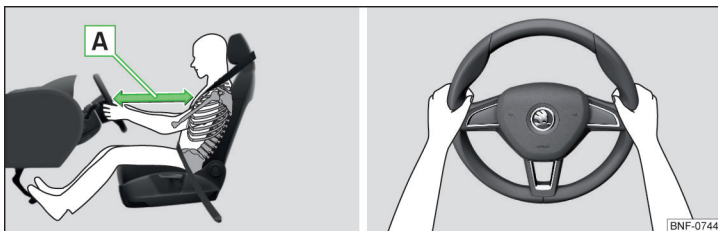

Fig. 2 Korrekt siddeposition for føreren / Sådan holder du korrekt på rattet.
- ✓ Indstil førersædet på en sådan måde, at pedalerne kan trædes helt ned med let bøjede ben, og afstanden mellem rattet og brystbenet er mindst 25 cm » Fig. 2 – A.
- Under kørsel skal du have begge hænder på rattet. Tag fat om rattets sider på den yderste kant – i en position svarende til klokken 9 og 3 » Fig. 2. Hold aldrig på rattet i en position svarende til klokken 12 eller i en anden position (fx i midten af rattet og på den indvendige side af rattet). Ellers kan man pådrage sig alvorlige kvæstelser på arme, hænder og hoved, når airbaggen udløses.